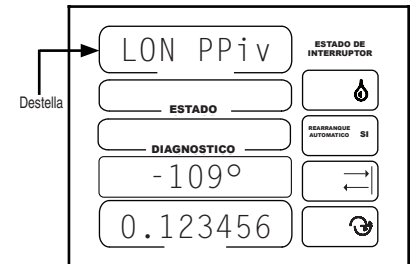

Figura 61-2
4. LON PPiv debe estar destellando. La longitud predeterminada es 180°. Vea la Figura 61-2.